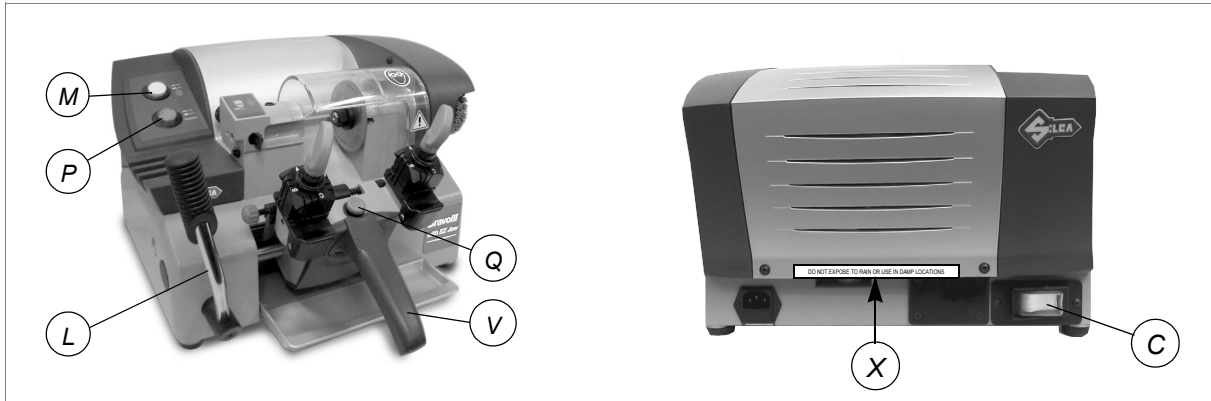
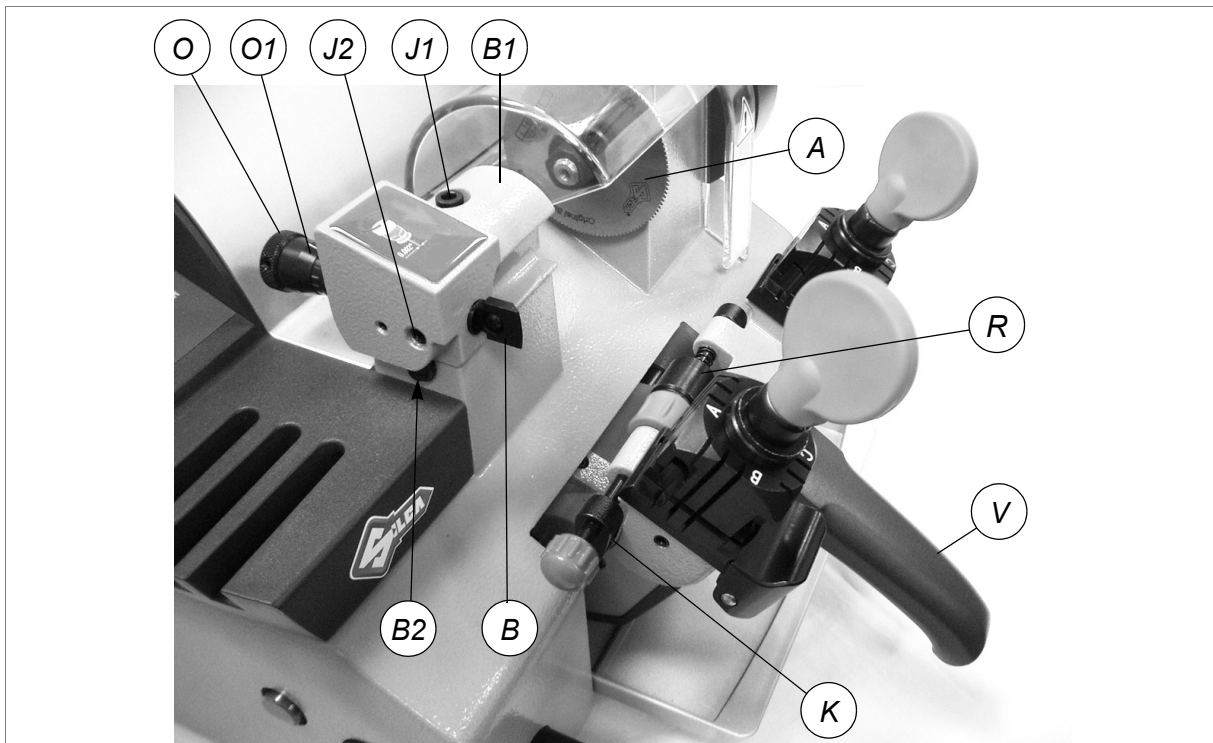

Fig. 9
Fig. 14
- 3) desenganchar el carro bajando el asa (V) y presionando completamente el botón (Q) (fig.9, pág.13).
- a) afloje el tornillo que sujeta el palpador (J2) (fig.14, pág.15).
- b) gire el botón (O) en sentido horario para hacer avanzar el palpador.
- c) gire el botón (O) en el sentido opuesto para hacerlo retroceder (cada muesca del tambor graduado corresponde a una variación de 0.002").
- a) mantenga firme con una mano la parte moleteada del botón (O).
- 1) apague el interruptor general (C) para efectuar la operación con toda seguridad e imposibilitar la puesta en movimiento de la fresa.
- 2) coloque las llaves de ajuste en las mordazas (fig.14), con el entalle a V dirigido hacia fresa y palpador y actúe como se explica a continuación:
- a) asegúrese de que la caras de apoyo se adhieren a las mordazas y de que los calibres (K) están perfectamente en contacto con los topes.
- b) para poner los calibres en contacto con las llaves, gire el tambur (R) hacia Ud. mismo (al revés para ponerlos en posición de reposo).
- 4) ponga las llaves de ajuste con el entalle en V en contacto con la fresa (A) y el palpador (B).
- a) afloje el tornillo (J1) para mover el palpador (fig.14).
- 8) baje el carro mediante la manilla (V) (el enganche será automático).